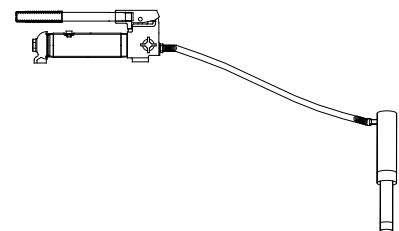

Figura 7: Ilustración de la purga del aire del sistema
1. Coloque la bomba en una posición más elevada que la manguera y el ariete, como se muestra en la Figura 7.